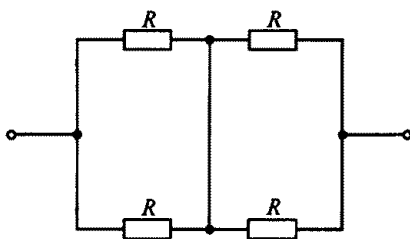

Рис. 23
1.37. На рис. 23 все резисторы имеют одинаковое сопротивление R . Чему равно эквивалентное сопротивление этой цепи?